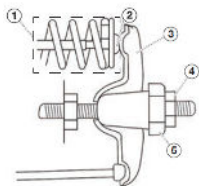

Figura 24
5. Inserte una galga de espesores entre el balancín y la válvula y compruebe la holgura (ver figura 24). Consulte las especificaciones de juego de las válvulas.